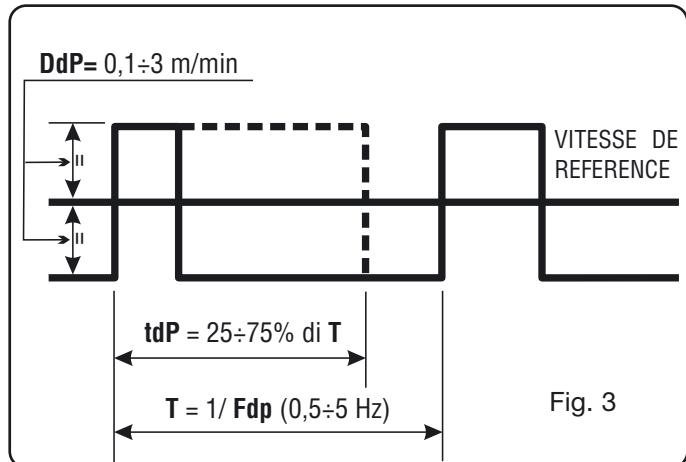

Fig. 3
D) Tourner le bouchon réservoir **AI** jusqu'à quand le sigle **tdP** est affiche. Cette valeur est la durée de la vitesse de fil la plus élevée, c'-à-d. le courant le plus élevé. Cette valeur est exprimée en pourcentage du temps obtenu de la fréquence **Fdp** (Voir figure 3).